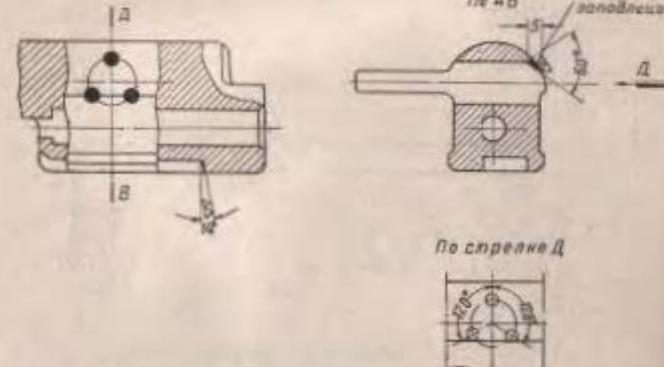

Рис. 42. Зачистка боевого взвода затвора и преварка рукоятки
(I) Зачистить боевой взвод затвора личным напильником, слой минимальный слой металла (рис. 42).
(II) Разогнековать затвор с рукояткой под заварку в трех точках, зварить зеппию электродуговой сваркой электродом Э42-3 и обработать (см. рис. 42).